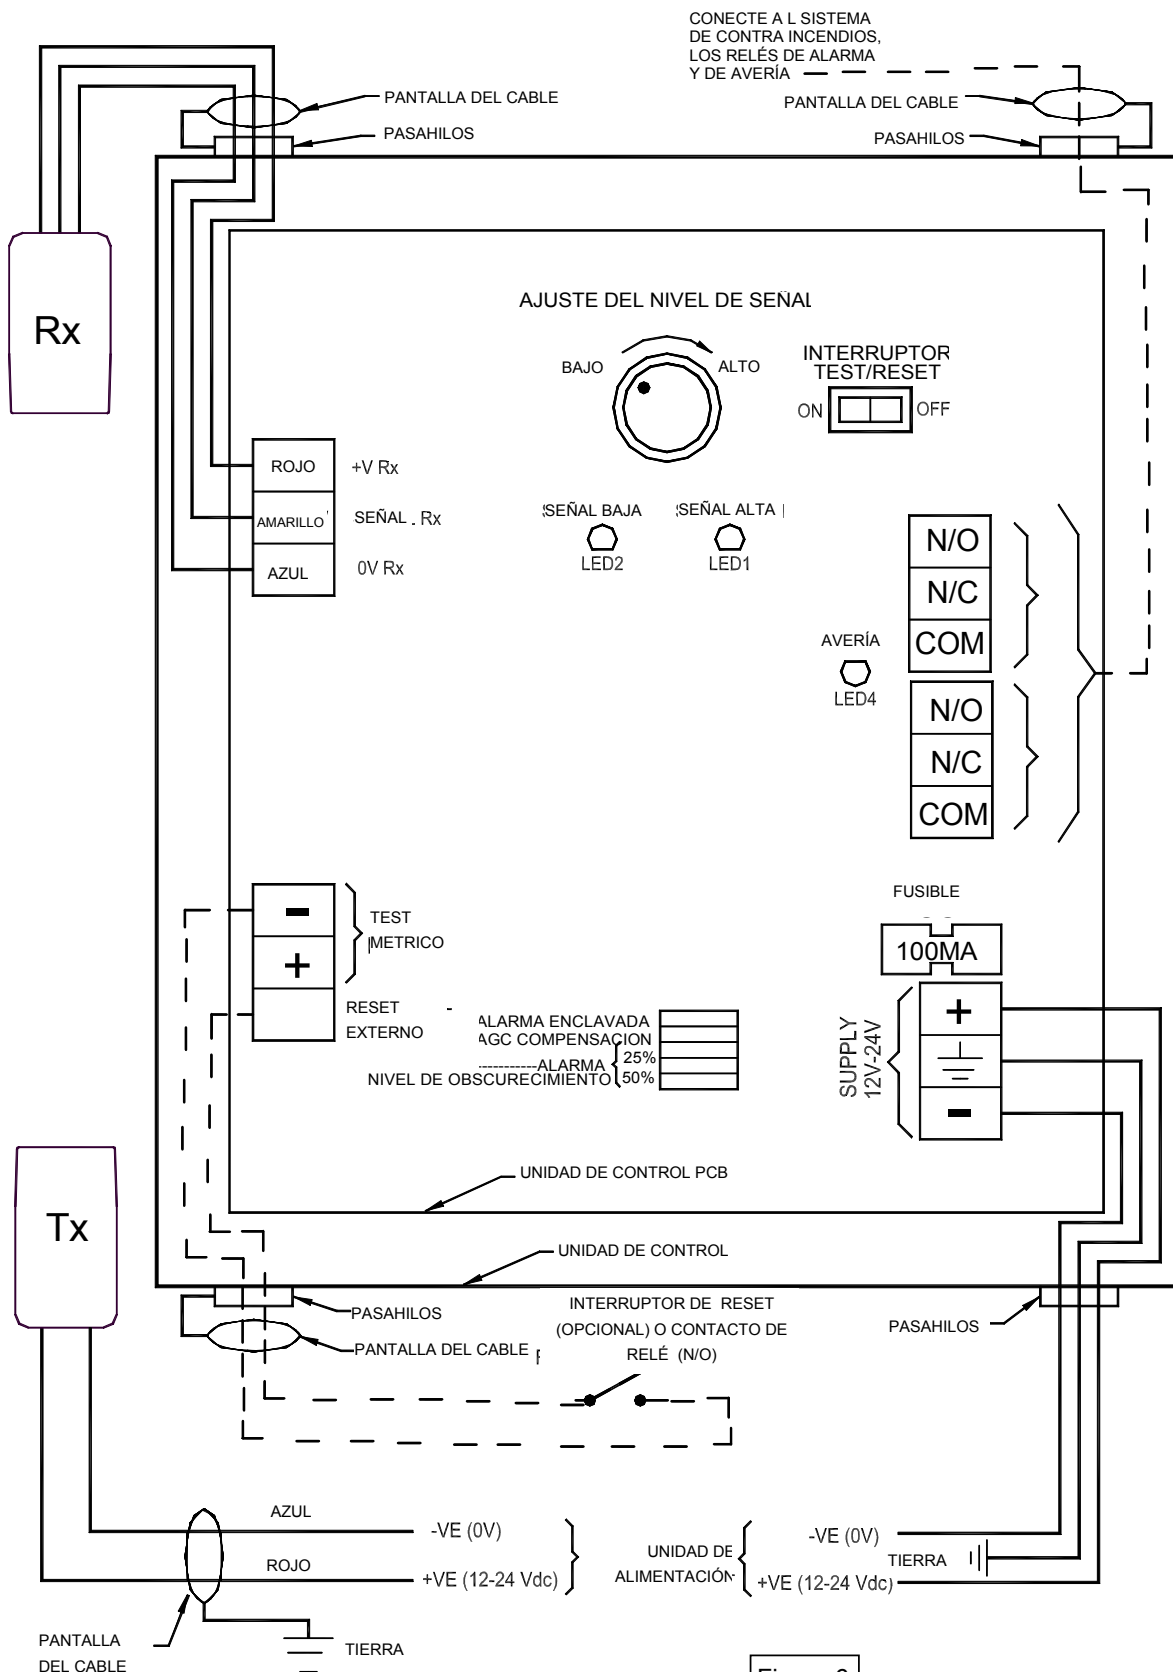

Figura 6
2. Conectar el Transmisor a la alimentación (Ver figura 6).